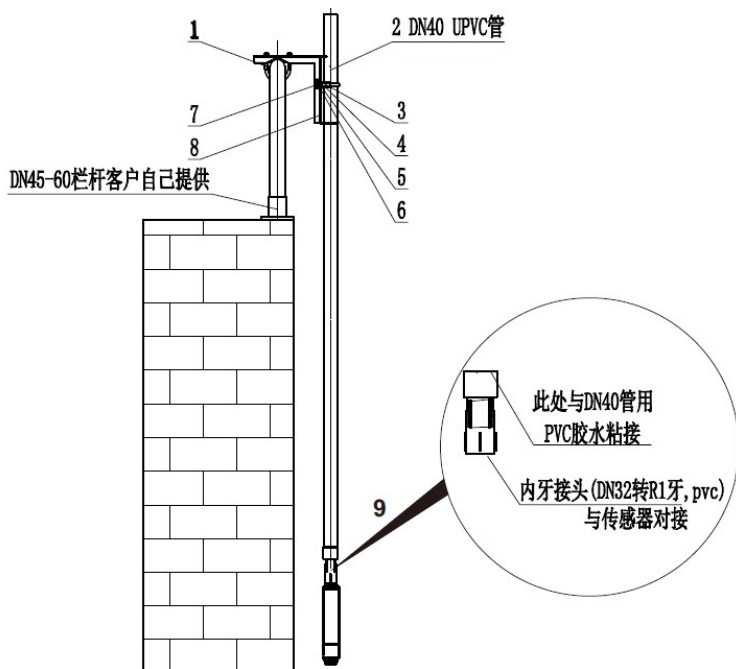

图 4 常见安装方式示意图
常见的安装方式示意图如图 4 所示：
3.将 2（DN40 管），通过 4（DN42 U 型管夹）固定于 8（安装板）上，如图 4。